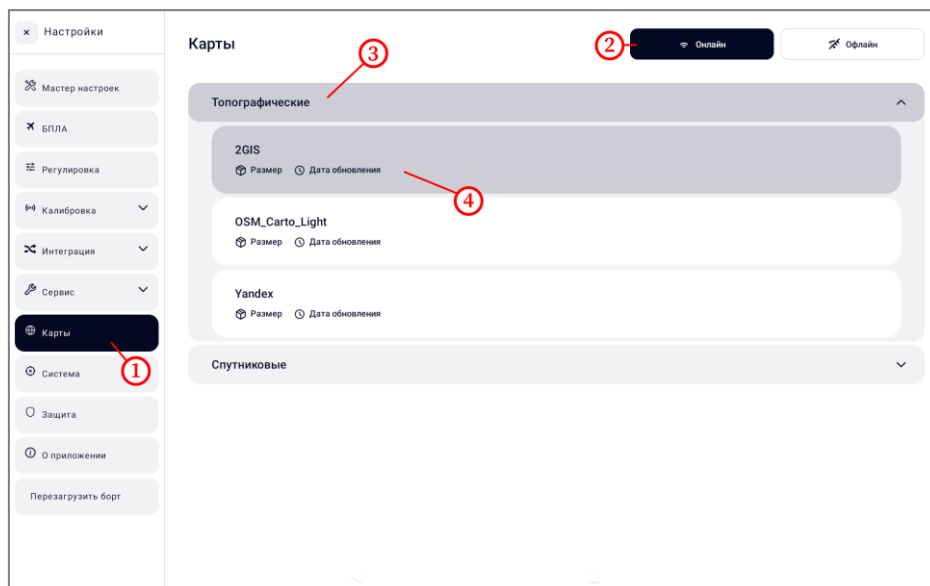

Рисунок 32
- в боковом меню выбрать пункт « Карты» (рисунок 32, шаг 1). Убедиться, что выбрана вкладка « Онлайн» (рисунок 32, шаг 2);
- нажать на категорию «Топографические» (рисунок 32, шаг 3);
- выбрать карту «2GIS» (рисунок 32, шаг 4);